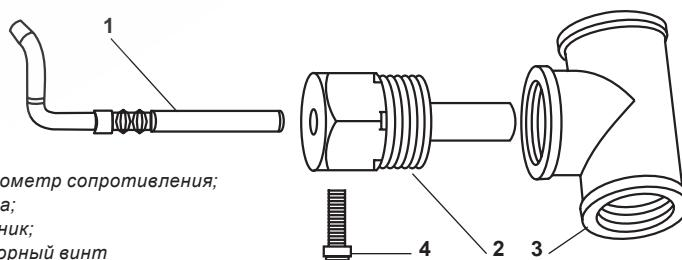

Рисунок 22. Вариант установки ИПТ в тройник
- монтаж осуществляется в тройник с использованием гильзы (рисунок 22);
Первый способ: термометр сопротивления устанавливается в гильзу, вкручивающуюся в стандартный тройник, рисунок 22.